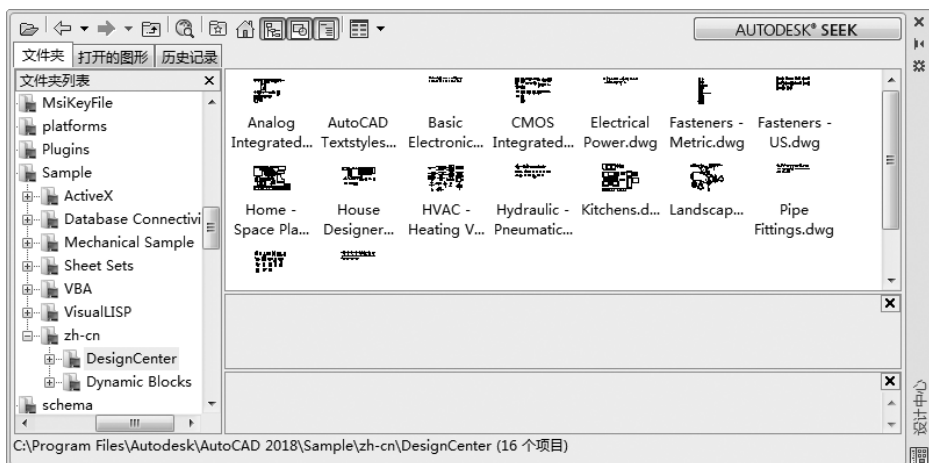

图 7-109 设计中心
(1) 单击“视图”选项卡“选项板”面板中的“设计中心”按钮, 打开如图 7-109 所示的设计中心选项板, 其中选项板的左侧为“资源管理器”。